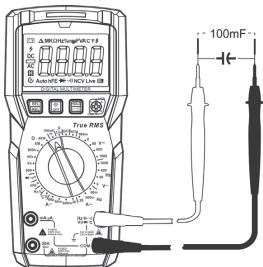

Рис. 9 Измерение ёмкости
7.6 Измерение ёмкости (см. рис. 9)